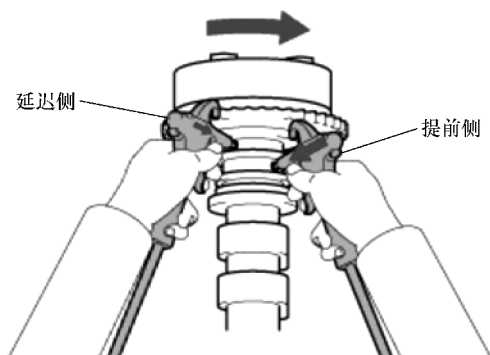

图 12-12 减少延迟侧的压缩空气
2) 如图 12-12 所示，减少延迟侧的压缩空气，并将正时齿轮向提前侧移动。